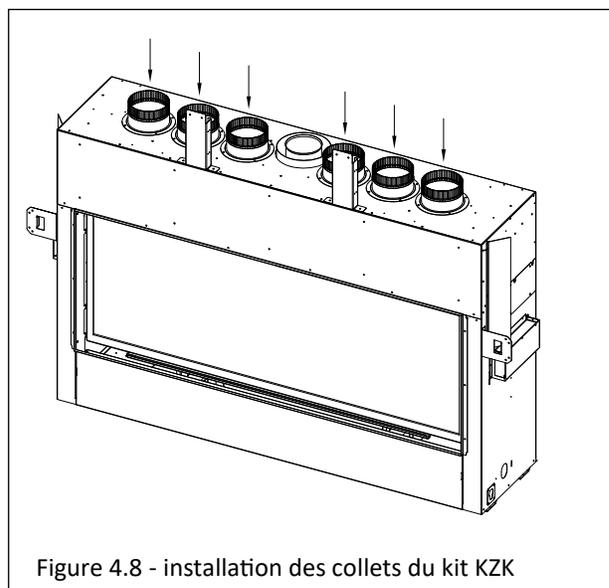

Figure 4.8 - installation des collets du kit KZK
2. Installez les collets de raccordement fournis avec le kit KZK-062, tel que montré à la Figure 4.8. Réutilisez les vis à métal retirées à l'étape précédente.